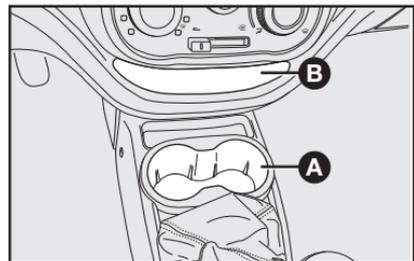

fig. 70
PORTAVASOS - fig. 70
En la consola central hay dos compartimientos para poner, con el vehículo parado, vasos o latas de bebidas A-fig. 70. No coloque objetos cuya altura pueda interferir en la palanca de cambios (por ejemplo, botellas de agua).
- en la parte central del tablero **B-fig. 70**;